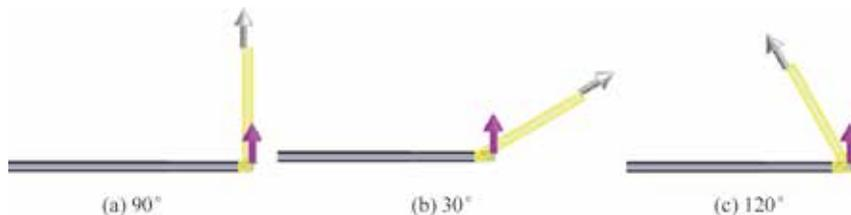

图 5.15 设置钣金的折弯角度
-  文本框：用于设置钣金的折弯角度，如图 5.15 所示。